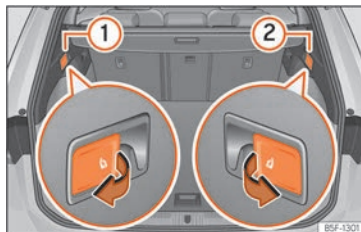

Abb. 119 Im Gepäckraum: Hebel zum Entriegeln der Rücksitzlehne.
- Ziehen Sie am Hebel zur Fernentriegelung auf der linken » Abb. 119 ① oder rechten ② Seite der Rückenlehne in Pfeilrichtung. Der entriegelte Teil der Rücksitzbank klappt nun automatisch nach vorn um.